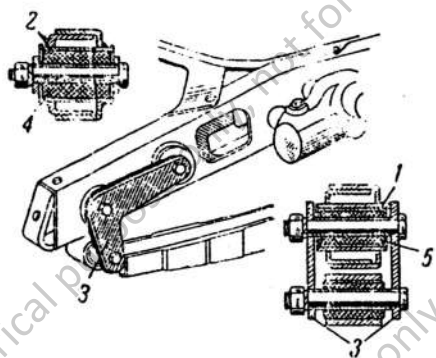
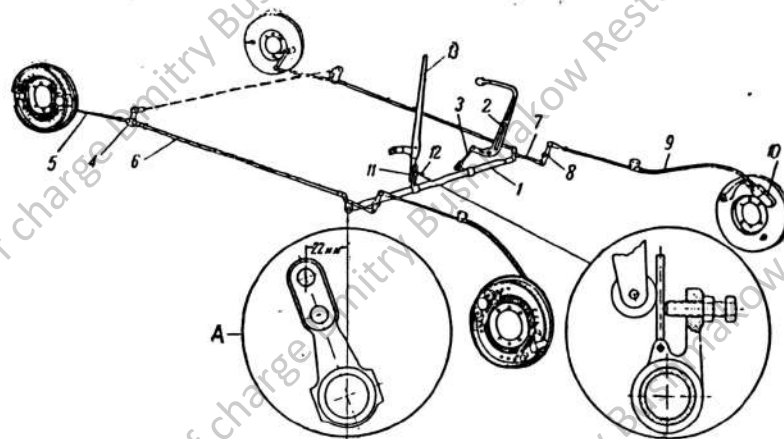

Рис. 40. Передний конец левой передней рессоры:
Рис. 43. Схема привода к тормозам:
В ушки передних концов всех рессор запрессованы «сайлент-блоки» (рис. 40), представляющие собой две металлические втулки, между которыми находится резиновая втулка; внутренняя втулка неподвижно зажата между щеками кронштейна рамы, наружная втулка запрессована
Здесь тоже применены сайлент-блоки, но конец рессоры закреплен не на кронштейне, а помощью особой серьжки (рис. 40). В клык рамы сварены две втулки 1 и 2; в переднюю втулку 1 запрессован сайлент-блок 5, служащий осью качания фасонной серьжки 3; в заднюю втулку 2 свободно вставлена мягкая резиновая втулка-подушка 4 со стальной распорной втулкой внутри; фасонная серьжка 3 состоит из двух щек, стянутых тремя болтами. Применение такого крепления левой рессоры с рамой
4. При установке на место левой передней рессоры паблюдать за тем, чтобы резиновая втулка-подушка *4* (рис. 40) свободно входила во втулку клыка рамы; внутреннюю стальную втулку вставлять после постановки резиновой втулки.
От тормозной педали 2 (рис. 43) усилие через тягу 3 передается раздаточному валу 1, по концам которого расположены рычаги А. Раздаточный вал, независимо от педали, может приводиться в движение тормозным рычагом 13, на нижнем конце которого укреплен ролик, упирающийся в планку 11; планка шарнирно связана с рычагом раздаточного вала.
Передача усилия к задним тормозам от раздаточного вала происходит через тяги 6, маятниковые подвесы 4 (рис. 43) и тяги 5.
Передача усилия к передним тормозам осуществляется через тяги 7 (рис. 43), промежуточные рычаги 8, показан-
ныя отдельно на рис. 40, и стальные тросы 9 (рис. 43), заключенные в гибкие металлические оболочки; задние концы оболочек прикреплены к лонжеронам рамы; перед-
Длина тяг 5 и тросов 9 (рис. 43) регулируется путем наворачивания вилки с резьбой на концы тяг и на припаянные к тросам наконечники.
3. Отъединить тяги 5 задних тормозов от маятниковых подвесов (рис. 43); отъединить тросы 9 передних тормозов от промежуточных рычагов.